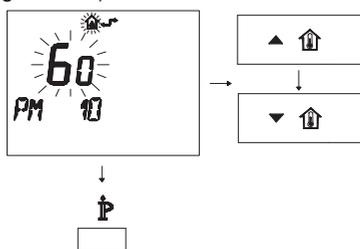

Figura 5.53
- Per modificare il SET programmato agire sui pulsanti **▲** **↑** o **▼** **↑** e aspettare che il numero programmato cominci a lampeggiare (Figura 5.53).